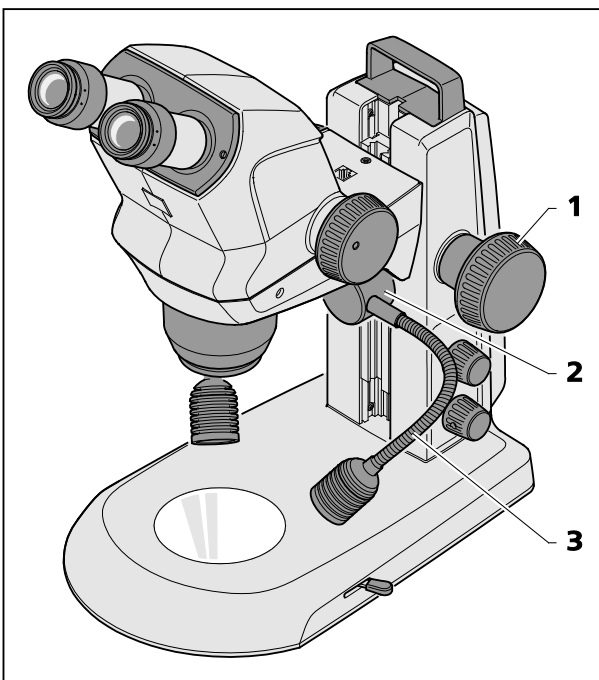

Bild 16 Doppel-Spotleuchte
- Den Mikroskopkörper mittels Fokussierknopf (Bild 16/1) in die oberste Position fahren.
- Doppelspot-Leuchte (Bild 16/2) in der Führung auf die gewünschte Höhe schieben.
- Durch Verbiegen der beiden Schwannenhälse (Bild 16/3) die Spots so einstellen, dass das Objekt optimal ausgeleuchtet wird.